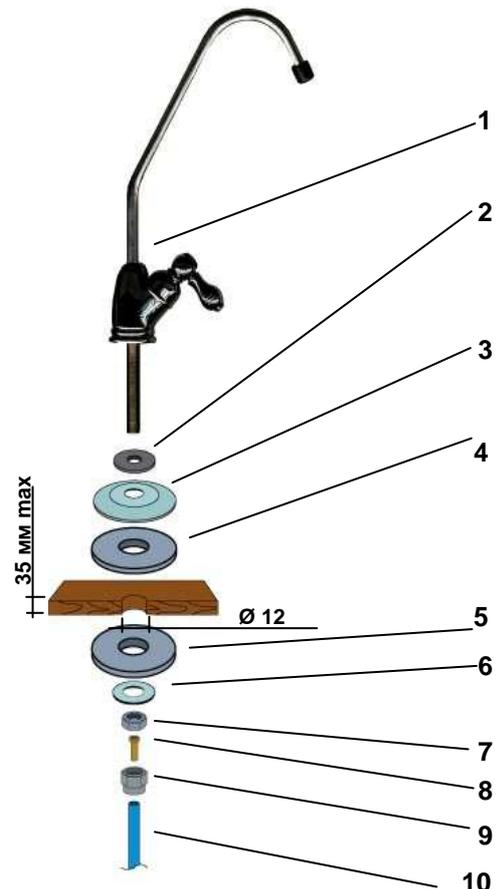

Рисунок 3
8. Кран для чистой воды (рис. 3)	1 комплект